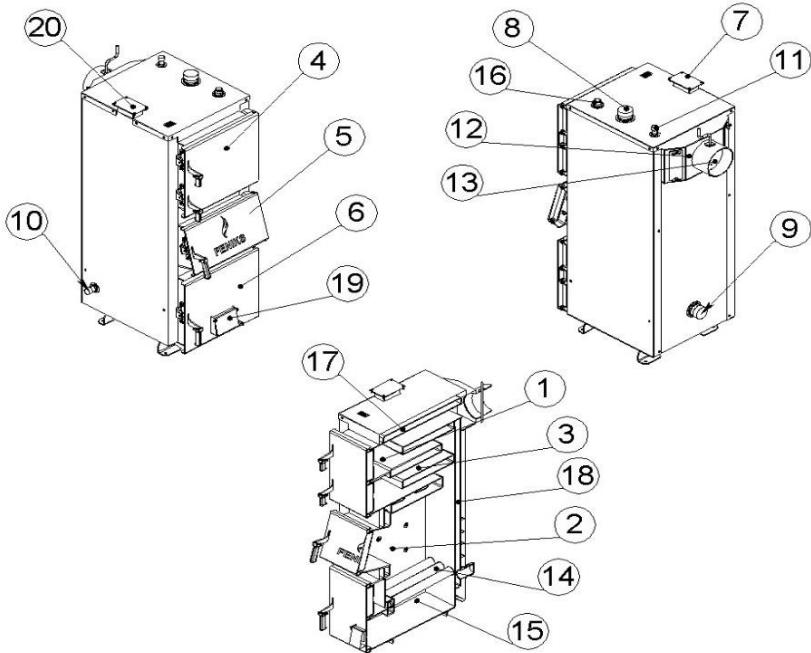

Рисунок 2 – Зовнішній вигляд та основні елементи котла
Конструктивно котел являє собою збірно-зварену конструкцію, що складається з корпуса (поз. 1, рис. 2) з камeroю згоряння (топкою) (поз. 2, рис. 2). Конвекційна частина котла складається з багатоходового теплообмінника (поз. 3, рис. 2) комбінованого типу – чотирьох горизонтальних полиць. Теплообмінник розташований безпосередньо над топкою.
Корпус котла виконаний в формі паралелепіпеду з подвійними стінками, які розділені водними перегородками (поз. 17, рис. 2). На зовнішній поверхні корпуса під декоративною обшивкою закріплена теплова ізоляція. (поз. 18, рис. 2).
Паливо для процесу спалення завантажується на колосникові грати (поз. 14, рис. 2) крізь завантажувальні дверцята (поз. 5, рис. 2). Колосникові грати виконані з товстостінних безшовних труб по яких постійно циркулює вода з водяної оболонки котла. Згоряння палива в топці відбувається за участю повітря, яке постачається під колосникові грати припливним вентилятором (поз. 20, рис. 2). Кількість повітря, необхідного для процесу згоряння, регулюється автоматично блоком автоматики управління (поз. 19, рис. 2), або за допомогою терморегулятора.
Підведення і відведення теплоносія здійснюється відповідно через патрубки зворотної мережної води (поз. 9, рис. 2) і прямої мережної води (поз. 8, рис. 2).
Топочні гази виходять у димохід крізь боров (поз. 12, рис. 2), розташований у задній частині котла. Боров обладнано вбудованим дросельним клапаном продуктів згоряння – шибером (поз. 13, рис. 2). У випадку надто високої тяги у димоході шибер дає можливість її знизити шляхом часткового перекривання вихідного отвору борова.
Зола, яка утворюється в процесі згоряння палива, зсипається в нижню частину корпуса котла в якій розташована висувна полиця для золи – зольник (поз. 15, рис. 2).
- з вентилятором та блоком автоматичного управління – припливним вентилятором (поз. 20, рис. 2) під колосникові грати по каналу подачі повітря. Кількість повітря, необхідного для процесу згоряння, регулюється автоматично контролером (поз. 19, рис. 2).
У верхній частині корпуса котла розташований штуцер для встановлення запобіжного клапана або групи безпеки котла (поз. 11, рис. 2).
Для можливості встановлення вентилятора зверху корпуса котла, передбачений отвір, який заглушено кришкою (поз. 7, рис. 2).
Ревізійний дверцята (поз. 6, рис. 2), що розташовані на передній стінці котла, необхідні для періодичного чищення колосникових грат, а також для можливості спорожнення – зольника. В серії «plus» мають отвір з кріпленням для пелетної горілки.
Для можливості періодичного обслуговування (чищення) теплообмінника передбачені дверцята у верхній частині котла (поз. 4, рис. 2).
Регулятор тяги необхідно приєднати до патрубка з внутрішньою різьбою, який знаходиться у верхній частині корпусу (рис. 2). Різьбове з'єднання при цьому потрібно ущільнити. Регулятор повернути таким чином, щоб наконечник для закріплення шестигранного важеля (з комплекту регулятора) був направлений вправо.